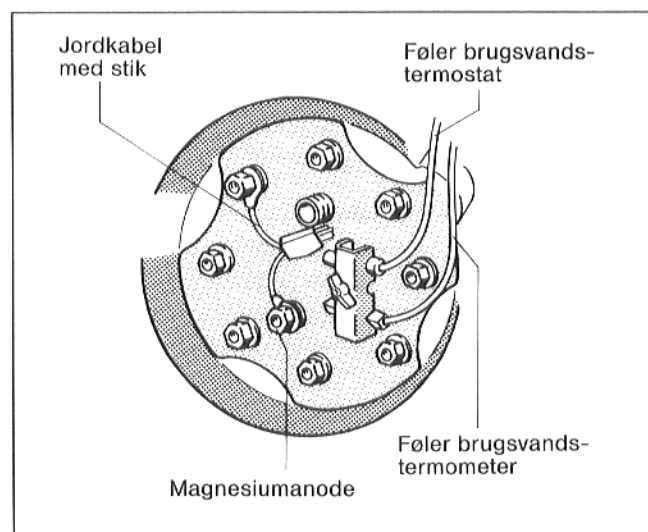

Fig. 8
- Fløjmotrikken på følerfastgørelsen løsnes, og føleren sættes ind i holdepladen iht. dens geometriske form (Fig. 8).
- Kontrollér, at jordkablet på magnesiumanoden er tilsluttet en af fastgørelsesskruerne på låget til håndhullet (Fig. 8).
- Stikket på jordkablet forbindes med kablet fra reguleringen (Fig. 8).